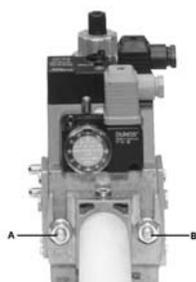
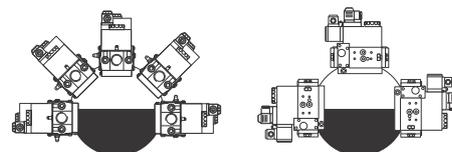

Fig. 7
Fig. 10
3. stringere le viti A, B, C e D (Fig. 7 - Fig. 8), rispettando le posizioni di montaggio (Fig. 10);